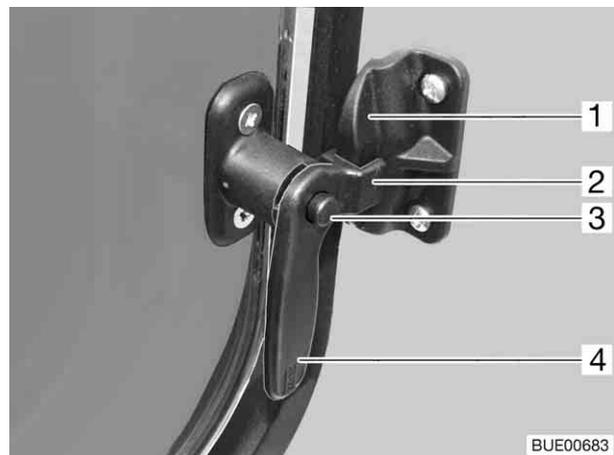

Bild 27 Fenster Eingangstür in Stellung "Dauerbelüftung"
- Den Sicherungsknopf (Bild 27,3) drücken und gedrückt halten.
- Den Verriegelungshebel (Bild 27,4) zur Fenstermitte hin drehen.
- Den Verriegelungshebel wieder zurückdrehen. Die Gabel (Bild 27,2) am Verriegelungshebel dabei in die Fensterverriegelung (Bild 27,1) einfahren.